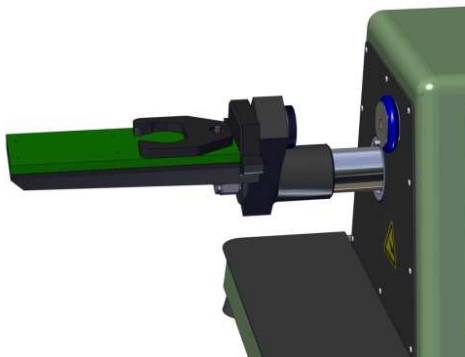

Figura 5.8.1
2. Far scorrere delicatamente il mozzo filettato della base dell'accessorio di trazione sul braccio di serraggio mobile (Figura 7.3, particolare 12) dell'apparecchiatura per testare la resistenza. Riposizionare la vite zigrinata e stringere a mano per avvicinare la base dell'accessorio di trazione al braccio di serraggio mobile (vedi Figura 5.8.1).